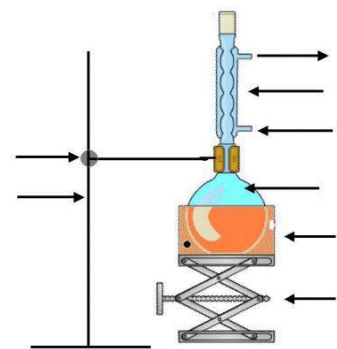

Figure 1
2. légèder le montage des figures 1 et 3.